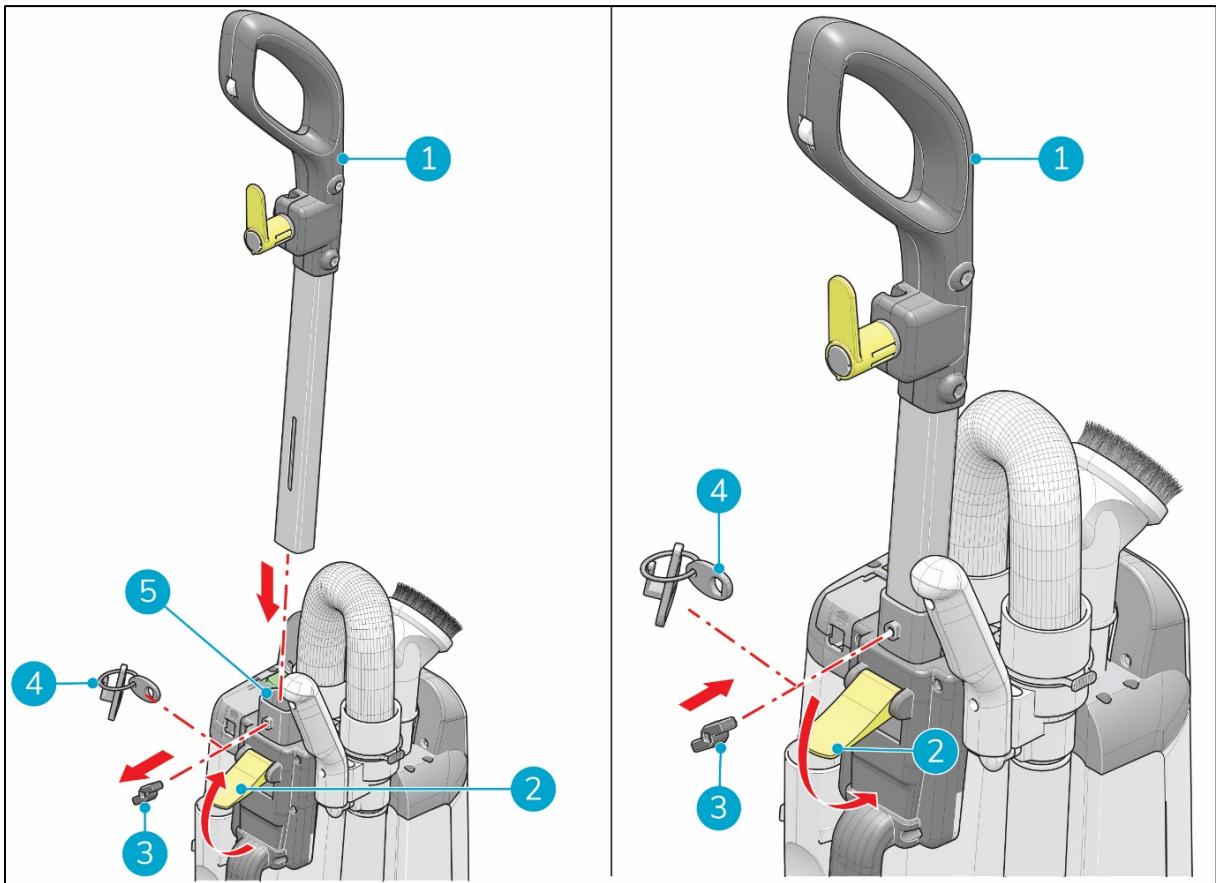

Figura 7
1. Retira el tornillo de mariposa (Figura 7, pos. 3).
2. Ten a mano el dispositivo de prevención de tirones (Figura 7, pos. 4).
3. Suelta la pestaña (Figura 7, pos. 2).
4. Inserta el asa (Figura 7, pos. 1) en la entrada para el asa (Figura 7, pos. 5).
5. Enrosca el tornillo de mariposa (Figura 7, pos. 3) en el dispositivo de prevención de tirones (Figura 7, pos. 4).
6. Aprieta el tornillo de mariposa (Figura 7, pos. 3).
7. Cierra la pestaña (Figura 7, pos. 2).